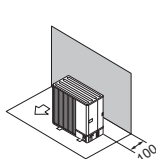

Fig. 2-9
- (1) Ostruzioni o superfici chiuse solo sul retro e sopra (Fig. 2-9)